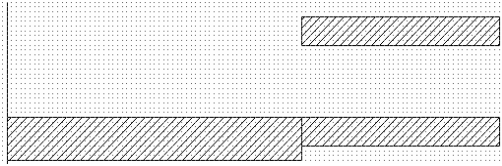

Рис. 5.85
- Щёлкните левой кнопкой мышки по значку **Copy** и затем по значку **Paste** на панели инструментов. Скопированный проводник подключите к нижнему входному проводнику так, чтобы верхние границы совпадали, как показано на рис. 5.85.